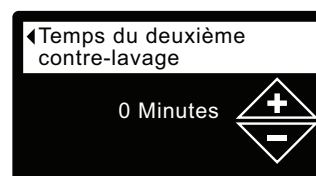

FIG. 76
- 8e. **Temps du deuxième contre-lavage** : Appuyez sur le bouton HAUT (▲) ou BAS (▼) pour modifier la durée du second lavage à contre-courant. Maintenez le bouton enfoncé pour faire défiler rapidement. La plage de réglage du second contre-lavage est 0 - 15 minutes (cf. Figure 76).